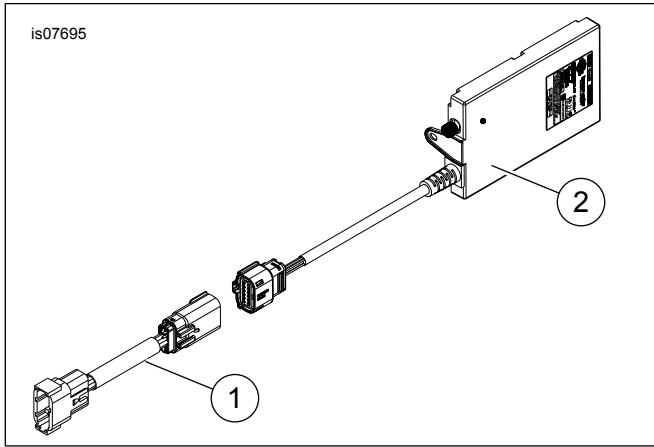

Abbildung 3. Ersatzteile: CB-Funkgerätesatz
Siehe Abbildung 3 und Tabelle 1.
- a. Das 12-polige Pingehäuse (1) des Überlagerungskabelbaums mit der Beschriftung „Intercom“ [53] (Gegensprechanlage) am Buchsengehäuse vom Konsolensockel anschließen.
b. Siehe Abbildung 3. Das CB-Modul (2) wie abgebildet am CB-Modulkabelbaum (1) anschließen.